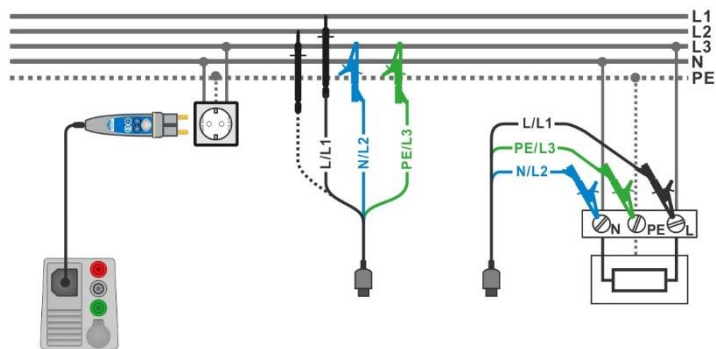

Abbildung 7.135: AUTO TN Messung
- › Schließen Sie den 3-Leiter Prüfadapter oder den Commander-Prüfstecker am Prüfling an, siehe **Abbildung 7.135**.